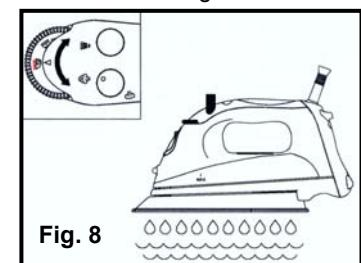

Fig. 8
- Mueva el dial regulador de vapor totalmente a la derecha hasta la posición "Auto Limpieza"(Self Cleaning) y sostenga la plancha horizontalmente sobre un lavadero Fig. 8).
- Turn the variable steam control dial all the way to the right to the self-cleaning position and hold the iron horizontally over the sink. (Fig. 8).